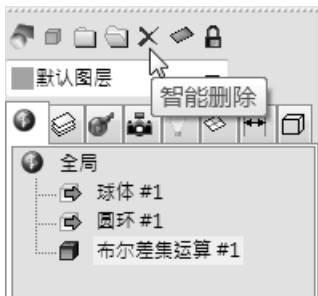

图 2-70 “智能删除”图标
- 2) 在全局浏览器中选中“布尔差集运算#1”，按〈Delete〉键，或单击全局浏览器上方的“智能删除”图标，如图 2-70 所示。